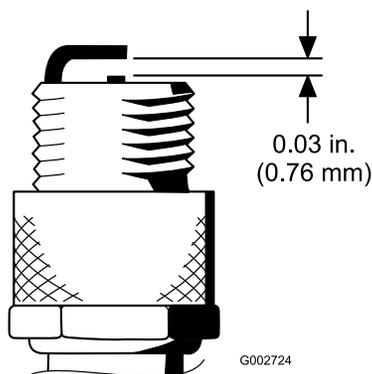

图39
- 如 图39 所示将中心电极与侧电极之间的空隙设置为 0.76mm。